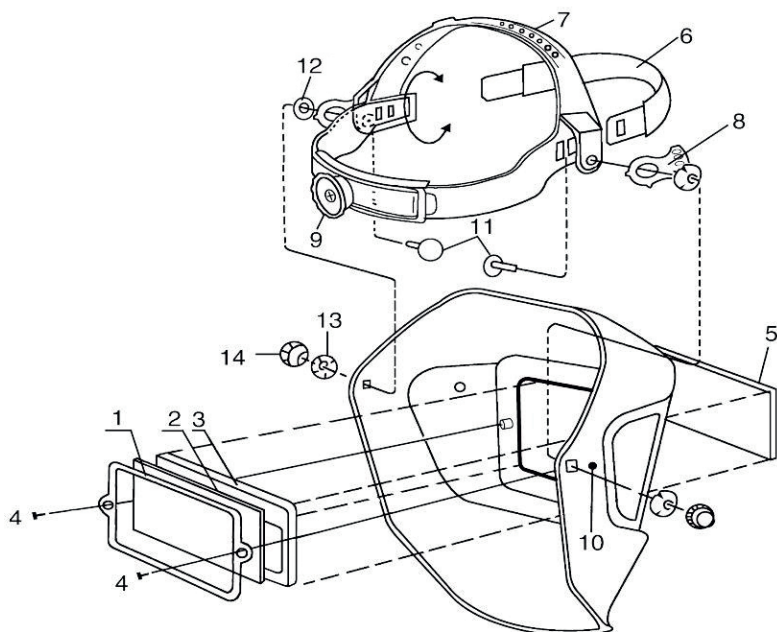

Рис. 2
На **рис. 2** представлена схема сборки корпуса маски и подголовника.
1. Корпус маски поставляется в сборе со светофильтром. С помощью фиксаторов и гаек соедините корпус маски с наголовником (**рис. 2**).
– Горизонтальная регулировка обхвата головы: нажмите на регулятор (9, рис. 2), и поворачивайте рукоять по часовой стрелке, чтобы уменьшить размер наголовника, и против часовой – чтобы увеличить. Маска должна плотно сидеть на голове.
– Вертикальная регулировка системы крепления: уменьшая или увеличивая размер ремня (7, рис. 2), отрегулируйте размер наголовника так, чтобы глаза сварщика находились в средней части светофильтра.
– Регулировка наклона маски: отрегулируйте затяжку винтов и положение фиксатора сегментной регулировки (8, рис. 2) для удобного угла обзора. Убедитесь, что маска свободно опускается и не сползает.